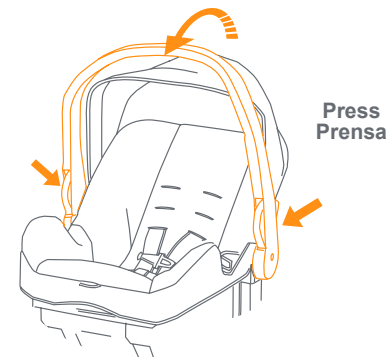
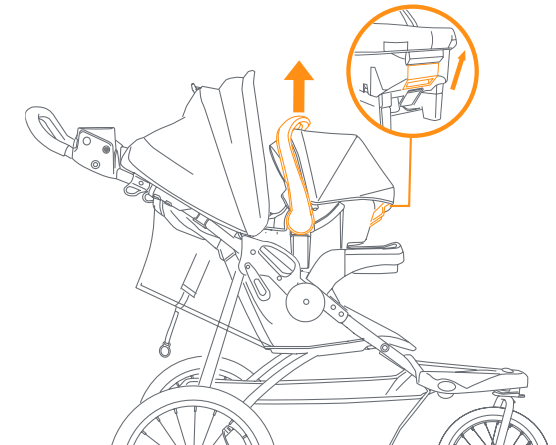

Fig. 14c
Fig. 14d
- **NOTE:** Set handle to the carry position (Fig. 14c). Squeeze the release handle located at the Top-rear of the car seat and lift away from the stroller (Fig. 14d).
- **NOTA:** Coloque el manubrio en la posición de traslado (Fig. 14c). Apriete el manubrio de liberación ubicado en la parte Superior trasera de la sillita para el automóvil y levántelo para retirarlo del carrito (Fig. 14d).